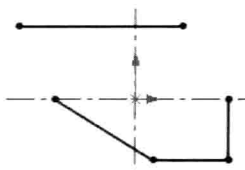

图 1.3 绘制的直线
(2) 绘制直线。选择下拉菜单 **工具(T)** → **草图绘制实体(K)** → **直线(L)** 命令，在图形区中绘制图 1.3 所示的直线。